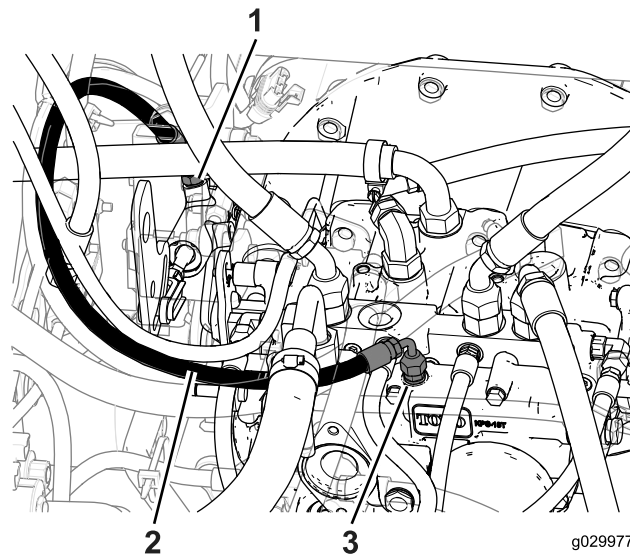

Figura 12
4. Conecte el acoplamiento de manguera (90 grados) de la manguera hidráulica corta al acoplamiento hidráulico (recto) de la transmisión hidráulica (Figura 12).